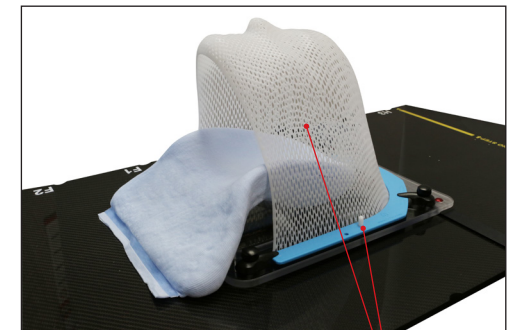

Fig. 3
1. Poziționați masca pe pacient, aliniind cele 2 știfturi de pe tăblia pentru cap cu orificiile de introducere de pe mască (Fig. 3).